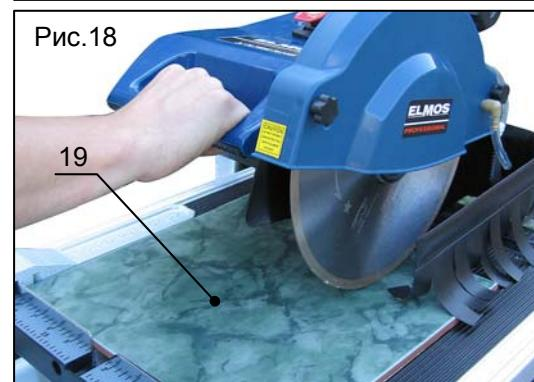

Рис.18
3. Установите плитку (поз.19, рис.18) на рабочем столе, прижав её к ограничителю.